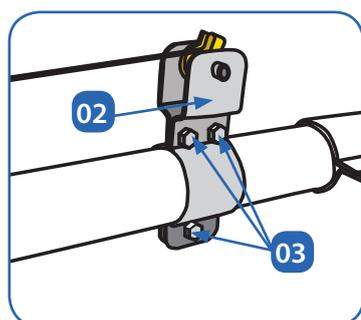
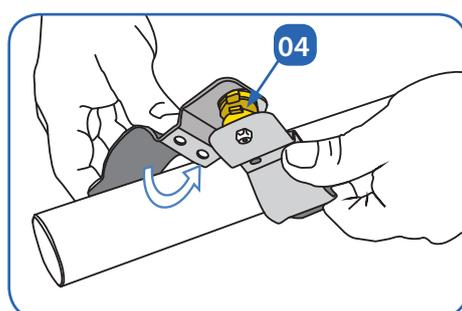
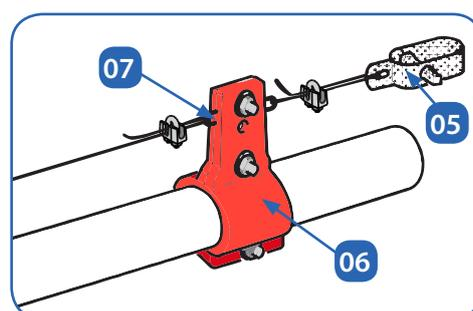

Fig.05.33. Conjunto soporte anti-aseladero montado.
Fig.05.34. Instalación soporte para el cable anti-aseladero
Fig. 05.35. Instalación del soporte intermedio para el cable anti-aseladero
- Debemos colocar el soporte inicio-fin de línea **02** para el cable sirga anti-aseladero de Ø4 mm en los extremos de la línea, dejando 15cm aproximadamente desde el final del cajetín y desde el final del motor de alimentación hasta la posición del soporte (Fig. 05.33).
- Como el sistema de tubos de alimentación ya está montado, podemos quitar los tres tornillos de sujeción **03** (Fig. 05.33.) y abrir el soporte por la mitad a modo de bisagra (Fig. 05.34.). Debemos asegurarnos de volver a atornillar los tornillos fuertemente para evitar que el soporte se pueda mover y así no perder la tensión en el cable.
- Enrollaremos el cable en la pieza de plástico **04** dando dos vueltas alrededor de ella y conectando el extremo del cable al tensor del cable **05** (Fig. 05.34. y Fig. 05.35.).
- Para asegurarse que el cable anti-aseladero está siempre en tensión, se instalan los soportes **06** (Fig. 05.35.) cada 18 ó 20 metros aproximadamente.